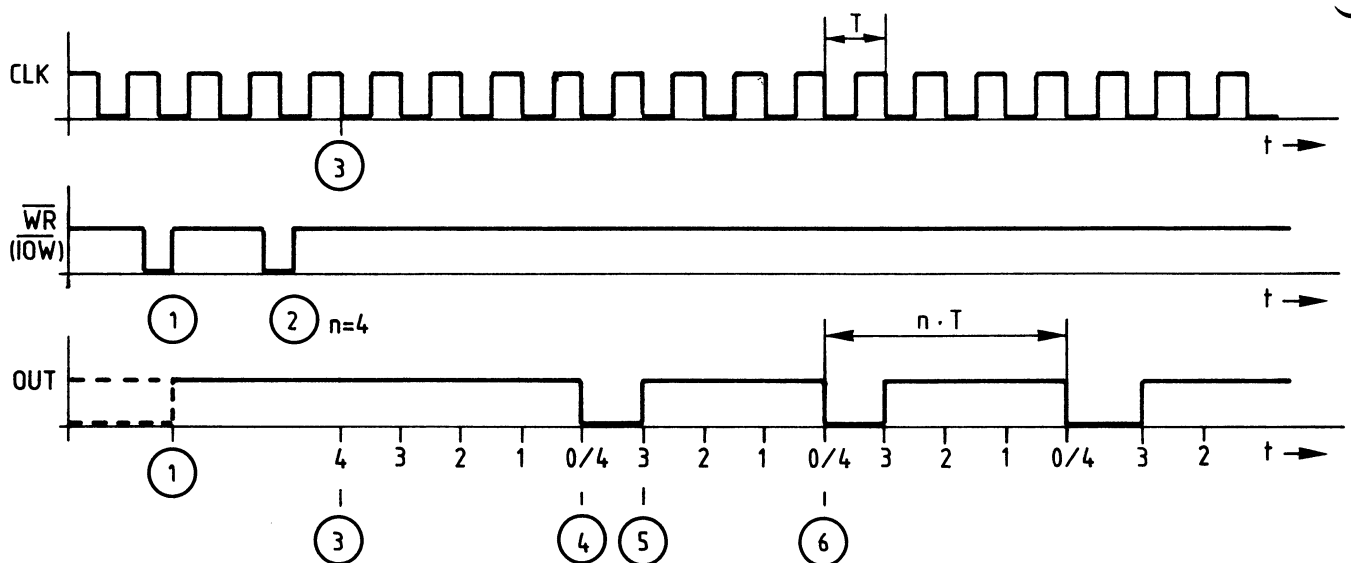

Bild 18: Impulsdiagramm zur Betriebsart 2
Bild 18 zeigt das Wesentliche der Betriebsart 2 im Impulsdiagramm.
Erläuterungen zu Bild 18:
- (1) Mit der positiven Flanke des $\overline{\text{WRITE}}$ -Signals (" $\overline{\text{IOW}}$ ") wird das Steuerwort für die Betriebsart 2 in das Steuerwort-Register des Zählers geschrieben. Der Ausgang "OUT" führt nun H-Signal, der Zähler arbeitet noch nicht.
- (2) Nun wird der Zähleranfangswert bzw. der gewünschte Teilfaktor mit einem oder mit zwei Schreibzyklen in das Zwischenregister geladen. In Bild 18 ist dies der Wert "4" mit einem Zyklus.
- (3) Durch den nächsten Takt erfolgt die Übernahme des Zähleranfangswertes vom Zwischenregister in den Zähler, die Zählung beginnt. Mit jedem weiteren Takt verringert sich der Zählerstand um den Wert "1".
- (4) Vier Takte nach der Zählerübernahme ist der Zählerstand "0" erreicht, und "OUT" nimmt für eine Taktperiode L-Pegel an. Gleichzeitig wird der Zähleranfangswert wieder aus dem Zwischenregister in den Zähler geladen.
- (5) Nach einem Takt führt "OUT" wieder H-Signal, der Zähler ist schon um 1 verringert.
- (6) Vier Takte nach der letzten Nullstellung des Zählers zum Zeitpunkt (4) ist wieder Null erreicht. Alle folgenden Perioden der Ausgangsspannung sind n-mal so lang wie die Taktperiode. Somit ist die Taktfrequenz durch n geteilt.
Im Impulsdiagramm von Bild 18 sind der Einfluß des GATE-Anschlusses und die Ladung eines neuen Zähleranfangswertes nicht berücksichtigt, weil dies nicht übersichtlich dargestellt werden kann. Entsprechende Hinweise finden Sie bei der Beschreibung der Merkmale dieser Betriebsart.